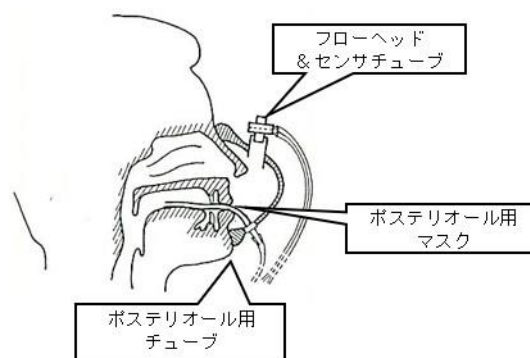

図3
- (1)ポステリオール用マスクとフローヘッド、センサチューブ、ポステリオール用チューブをセットする。
- (2)患者の口の中にポステリオール用チューブを挿入する。その際、患者がポステリオール用チューブを噛まないように注意する。またポステリオール用チューブの先端が、舌、頬、唾液によってブロックしないことを患者に注意する。(図3、参照)